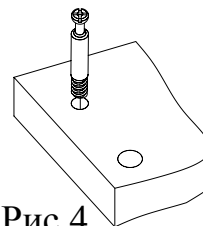
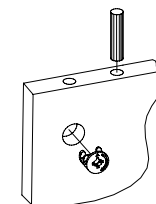

Рис.4
Рис.5
3. Вкрутить шпильки минификсов в детали 1, 2, 3, 4, 5, 6, 7, 8 (Рис. 4). Затем вставьте головки минификсов и шканты в детали 5, 6, 7, 8, 9, 10, 11, 13, 15, 16 (Рис. 5).